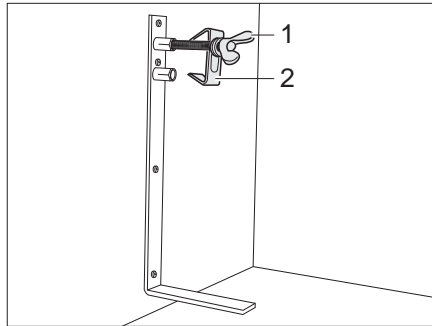

Bild 176 Ersatzrad-Halterung
- Die Schraube (Bild 176,1) lösen und mit der Zentrierung (Bild 176,2) abnehmen.